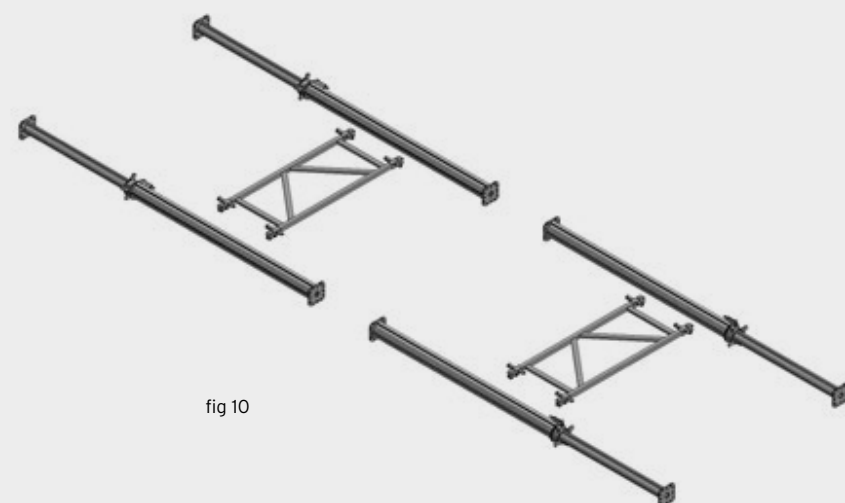

fig 10
- B** Lay down both props and connecting frames in planned configuration, the images are just an example Fig. 10.
- B** Posizionare a terra puntelli e telai di collegamento come da configurazione prevista. Le immagini sono solo un esempio Fig. 10.